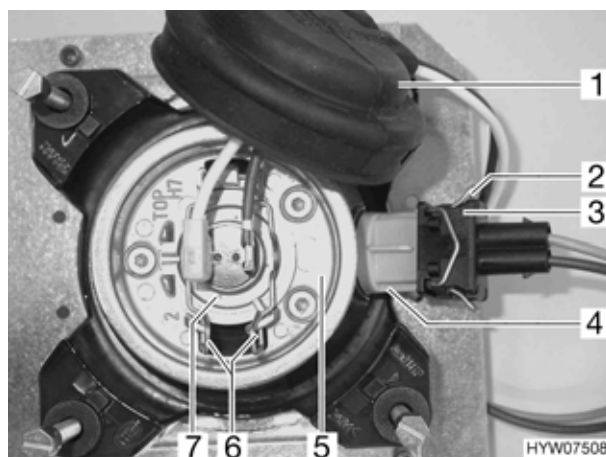

Fig. 108 Abbagliante/luce di posizione
- Togliere il copripolvere di gomma (Fig. 108,1) dall'involucro (Fig. 108,5).
- Stringere le staffe di metallo (Fig. 108,6) ed estrarle dai supporto.
- Estrarre dall'involucro la lampada ad incandescenza (Fig. 108,7) con il cavo.
- Stringere la graffa di metallo (Fig. 108,2) alla spina del cavo (Fig. 108,3) e estrarre la spina.
- Girare in parte l'involucro (Fig. 108,4) in senso antiorario.